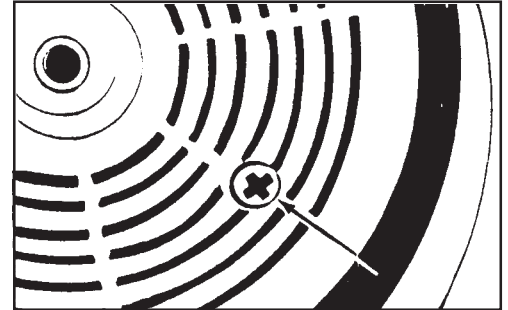

Figura 10
3. Alinee ambos orificios con uno de los tres tornillos de la cubierta del alojamiento de los engranajes. Retire el tornillo de la cubierta del alojamiento de los engranajes. (Figura 10)